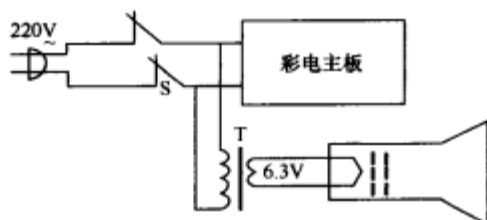

图 12-11 灯丝单独供电
(1)用 $220V/6.3V$ 小型电源变压器单独给灯丝供电。具体电路如图12-11所示。